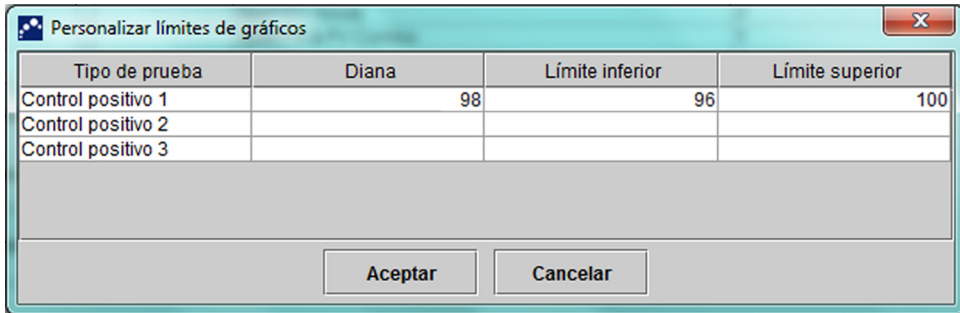
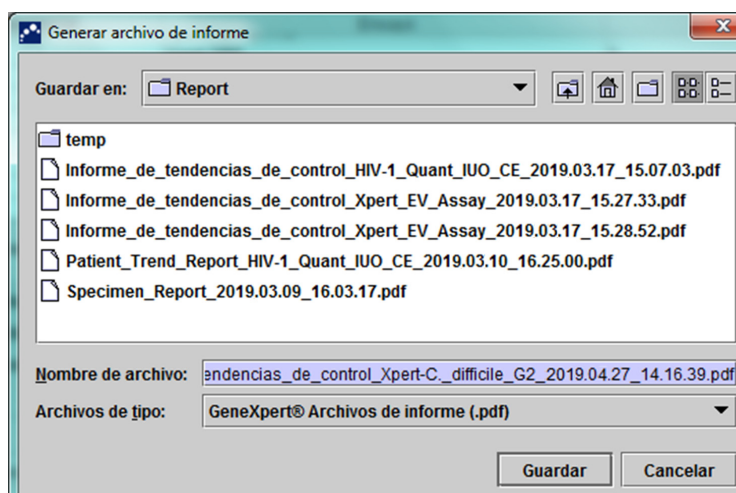

Figura 6-5. Cuadro de diálogo Personalizar límites de gráficos
Figura 6-6. Cuadro de diálogo Generar archivo de informe
- Botón **Personalizar límites de gráficos:** Seleccione los límites de los datos que se van a utilizar para trazar los datos. Pulse el botón **Personalizar límites de gráficos**. Se mostrará el cuadro de diálogo Personalizar límites de gráficos. Consulte la figura 6-5.
- **Generar archivo de informe:** Crea un archivo PDF y lo guarda en la ubicación especificada. Haga clic en el botón **Generar archivo de informe** del cuadro de diálogo Informe de tendencias de control (consulte la figura 6-2 para las tendencias de ensayos cualitativos y la figura 6-5 para las tendencias de ensayos cuantitativos) para crear el archivo PDF del informe. Aparecerá el cuadro de diálogo Generar archivo de informe (consulte la figura 6-6), que permite guardar el archivo en una ubicación especificada.